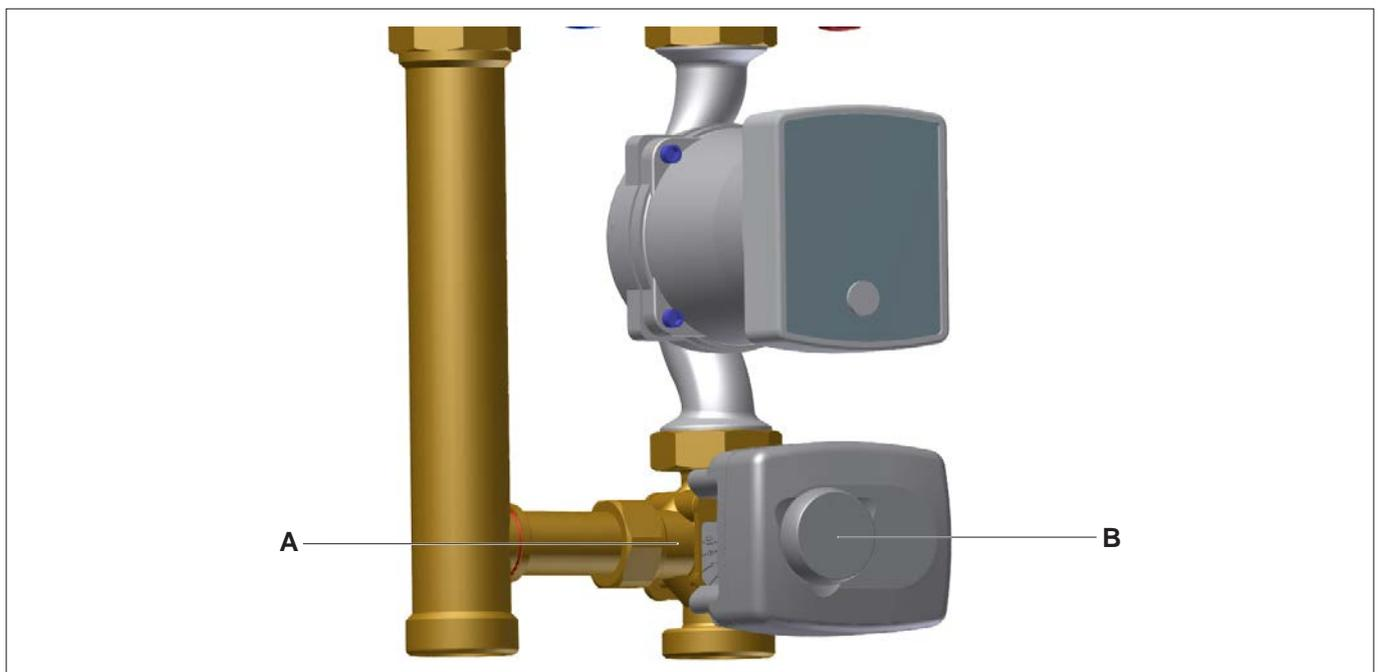

Abb. 11: 3-Wege-Mischer
- Montieren Sie den Mischermotor (Pos. B, Abb. 11 auf Seite 14).